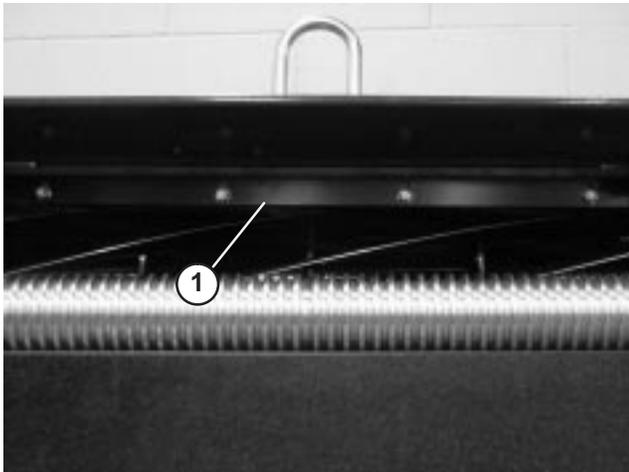

Figure 16
1. Desserrez les vis de fixation de la barre supérieure (Fig. 16) au plateau de coupe.